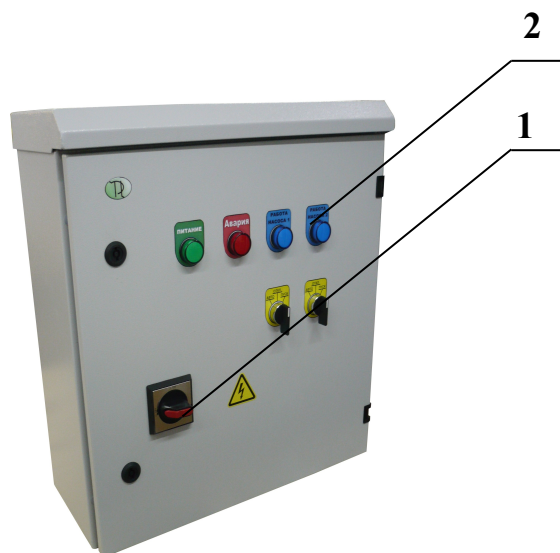

Рисунок 1
На лицевой панели шкафов управления расположены следующие органы управления (рис.1):
При необходимости блокировка насосного агрегата осуществляется при помощи органов управления шкафа (рис.1 органы SA – в зависимости от насоса) либо посредством отключения автоматов защиты внутри ШУ (рис.3 наименование QF).
- Закройте крышку ШУ, переведите трех позиционный переключатель SA1 в положение «АВТ.», а переключатели SA2-SA3 в положение «ОТКЛ» (см. рисунок 1);
- Переведите сетевой выключатель ШУ (см. рисунок 1) в положение «ON». При этом на лицевой панели шкафа управления засветится индикация питания и индикация работы от основного либо резервного ввода. Отсутствие индикации возможно в случаи выхода питающего напряжения за допустимые пределы, перекоса фаз, отрыв фазы, либо отсутствия питания от распределительного щита;
- Переведите сетевой выключатель ШУ (см. рисунок 1) в положение «OFF»;
Переключение режимов работы осуществляется посредством трех позиционных переключателей SA2 - SA3 (см. рисунок 1) :